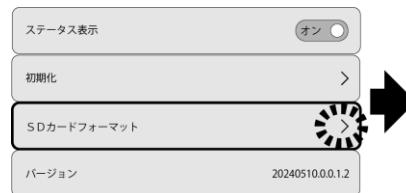

図18
- メニュー項目から『SDカードフォーマット』を選択してください（図18参照）。
- 液晶モニターへmicroSDカードのフォーマットの案内が表示されます。フォーマットに同意する場合は、『OK』をタッチしてください（図18参照）。